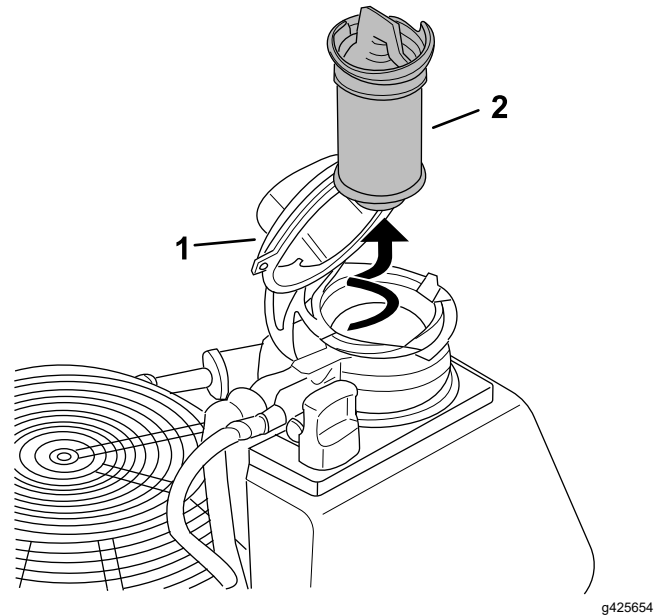

**Figura 40**
6. Coloque un recipiente de vaciado debajo de la válvula de vaciado (**Figura 40**).